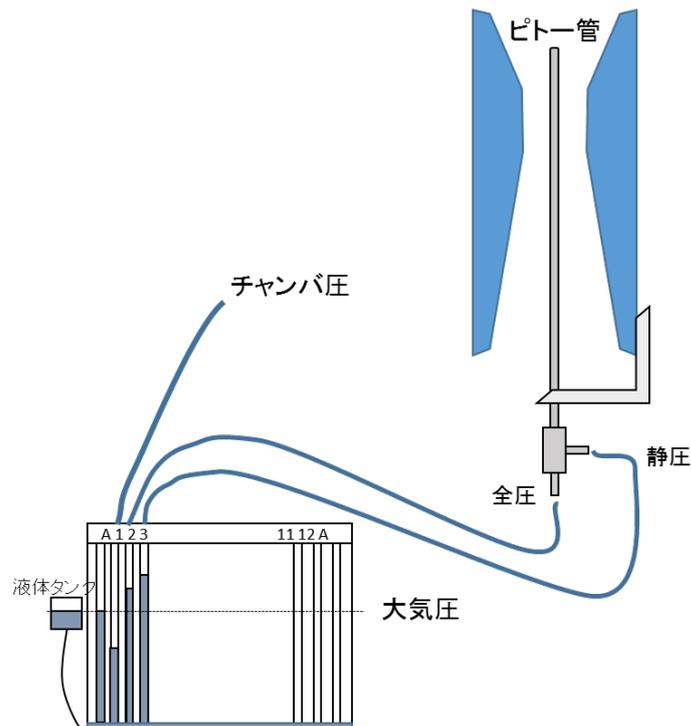

図6 ピトー管計測
- ① 図6のようにピトー管を設置し、チャンバ圧 p_c を管1に、ピトー管全圧 p_t を管2に、ピトー管静圧 p_0 を管3にそれぞれ接続する。
- ② 風洞動作バルブ(正面奥)が水平になり「バルブ閉」状態であることを確認し、風洞動作スイッチを入れる。
- ③ 風洞動作バルブをゆっくりと垂直方向(流れ方向と平行)に回し、全開まで回しきる。
- ④ ノズル入り口を原点として、以下の位置にピトー管先端を設置し、その時の計測値(水柱高さ)を管A, 1, 2, 3について記録する。